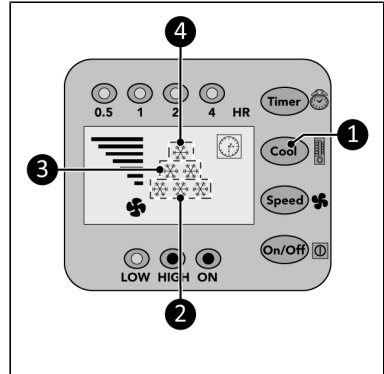

Abbildung 46.
1. Drücken Sie die Kühltaste (Abbildung 46, Pos. 1) wiederholt, um die gewünschte Umgebungstemperatur einzustellen:
- 28 °C, die Anzeige zeigt 1 Kühlanzeige an (Abbildung 46, Pos. 4).
- 25 °C, die Anzeige zeigt 2 Kühlanzeigen an (Abbildung 46, Pos. 3).
- 22 °C, die Anzeige zeigt 3 Kühlanzeigen, an (Abbildung 46, Pos. 2).
- <22 °C, die Anzeige zeigt 6 Kühlanzeigen an (Abbildung 46, Pos. 2, 3 und 4).